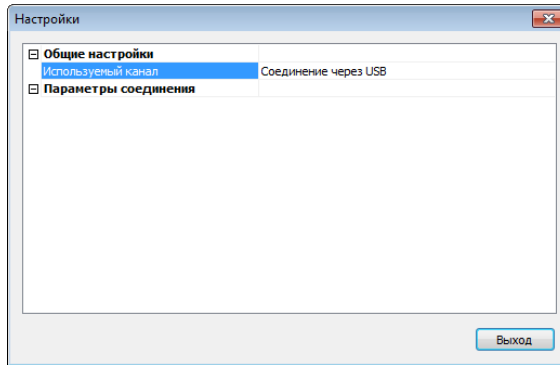

Рис. 15. Задание параметров канала настройки
Для выбора канала настройки, в меню *Настройки* основного окна *Конфигуратора* выберите команду *Общие настройки*. В открывшемся окне *Настройки* в блоке *Общие настройки* выберите из выпадающего списка канал, который будет использоваться для записи конфигурации, и для выбранного канала укажите параметры соединения (рис. 15).
- ✓ через меню *Настройки - Общие настройки* выберите канал *Соединение через USB* (рис. 15).
- ✓ через меню *Настройки - Общие настройки* выберите канал *Соединение через USB* (рис. 15);